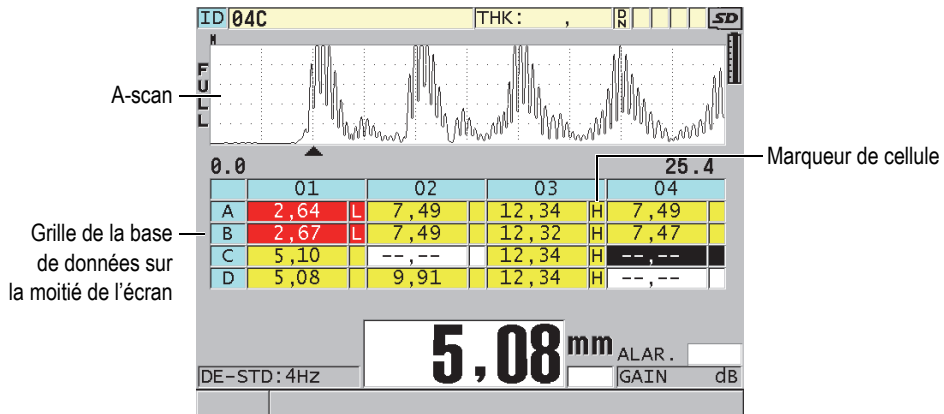

Figure 10-8 Exemple de grille de la base de données sur la moitié de l'écran
La grille de la base de données (Grille de BD) est un tableau de données 2D. Ce tableau vous permet de vous déplacer librement dans n'importe quelle direction dans la grille plutôt que d'avoir à suivre une liste d'identifiants (ID) préétablie. Au lieu de passer à l'emplacement de l'ID suivant, vous pouvez utiliser les touches de direction pour vous déplacer vers un emplacement plus approprié. Vous pouvez afficher simultanément le A-scan, la grille de la base de données et la mesure d'épaisseur (Figure 10-8 à la page 176). Vous pouvez configurer les cellules du tableau pour afficher un marqueur de cellules et une couleur de fond correspondant à l'étendue dans laquelle se trouve la lecture d'épaisseur.
8. Réglez le paramètre **INDICAT. CELL. DONNÉES** sur l'une des options disponibles pour afficher un seul indicateur de données dans chaque cellule de données de la grille. L'indicateur de cellule est une lettre qui apparaît dans une petite boîte à droite de la valeur d'épaisseur dans la cellule (Figure 10-8 à la page 176). Les choix sont les suivants :